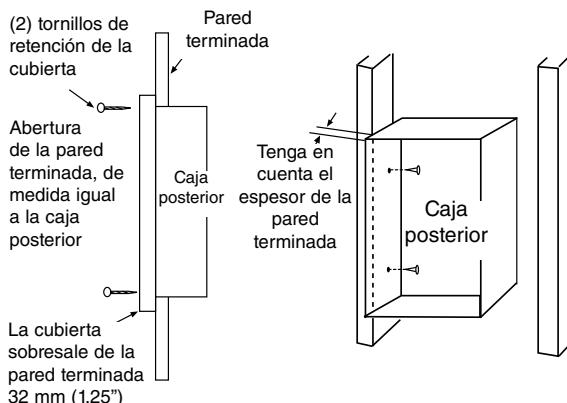

Figura 2
1. Determine cuál de los lados de la caja posterior va a montarse contra un travesaño o viga de techo (vea la Figura 2). Al instalar la caja posterior, tenga en cuenta el espesor de la superficie terminada. El borde de la caja posterior debe instalarse enrasado con la superficie terminada. En el costado de la caja posterior se han provisto marcas para paredes terminadas de 13 mm (1/2") y de 16 mm (5/8").
3. Coloque la caja posterior en la ubicación deseada del travesaño o viga y asegúrela mediante clavos o tornillos, como se muestra en la figura 2.
NOTA B: en los lados de la caja posterior se han provisto agujeros de guía para tornillos para chapa Nº 8 (vea la Figura 2).
1. Determine cuál de los lados de la caja posterior va a montarse contra un travesaño de pared o viga de techo. Vea la Figura 2.